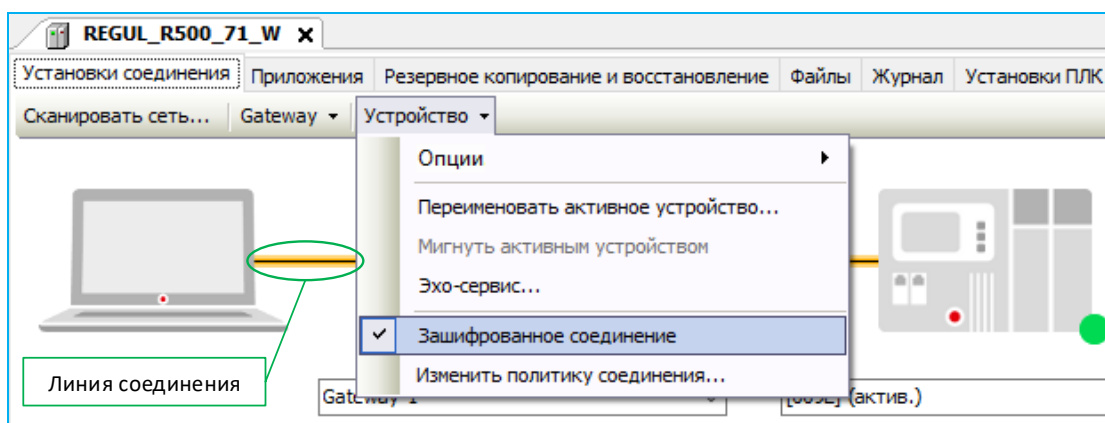

Рисунок 134 – Активация зашифрованного соединения
- **Optional encryption** – опциональное шифрование соединения (включение/выключение). Для того, чтобы включить шифрование, достаточно будет установить галочку в строке **Зашифрованное соединение**. Линия связи в области **Установки соединения** окрасится в желтый цвет (Рисунок 134);